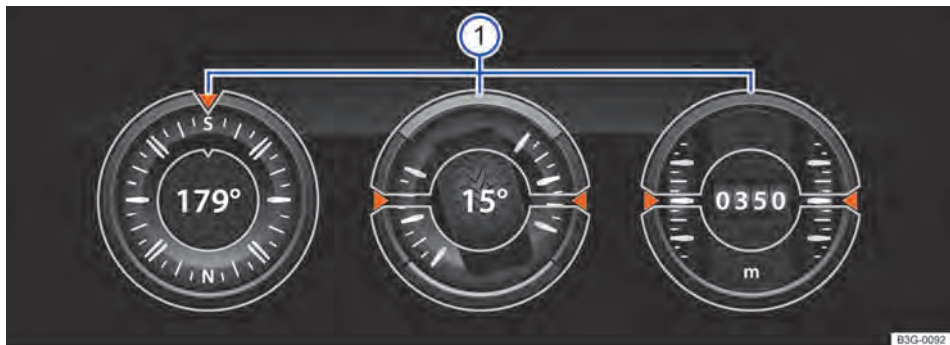

Fig. 193 No sistema Infotainment: indicação de Offroad.
O display pode exibir, no máximo, 3 instrumentos simultaneamente. Cada um dos instrumentos pode ser selecionado para cada uma das áreas de exibição → Fig. 193 ① (esquerda, central, direita).